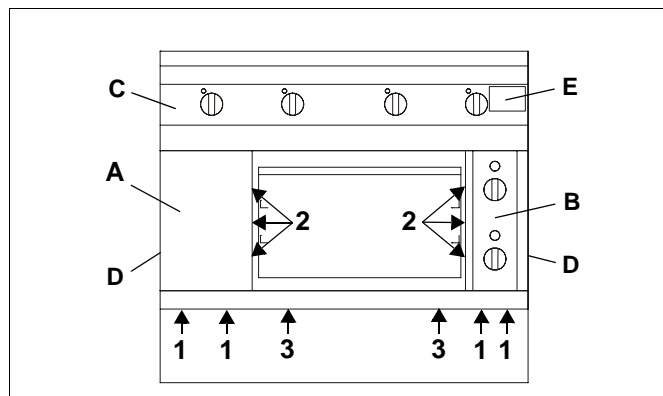
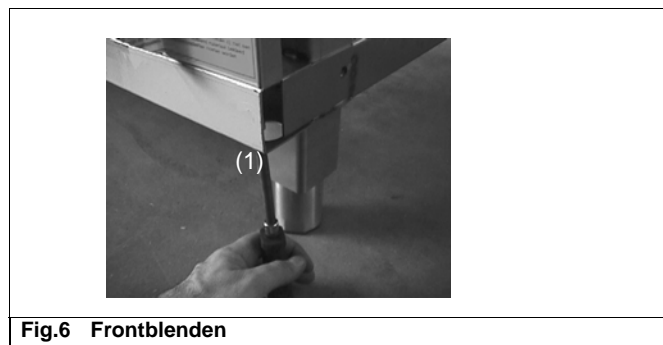

Fig.5 Gesamtansicht
Fig.6 Frontblenden
Das Typenschild (E) befindet sich jeweils innen und aussen an der rechten Seite der Bedienblende (C) (Seite 6 Fig.5).
- ⇒ Schrauben (1 / Fig.5, Fig.6) lösen. Bei eingebautem Backofen auch Schrauben (2 / Fig.5) an der Innenseite des Ofens lösen.
2.2 BEDIENUNGSBLENDE (C)
- ⇒ Schrauben (2 / Fig.5) lösen.